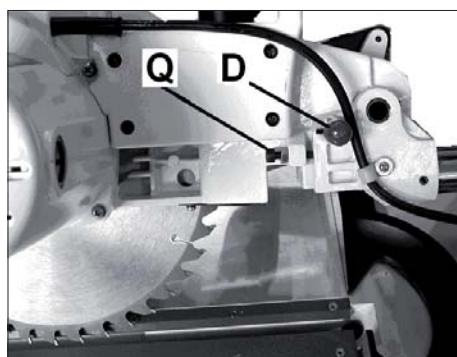

Рис. 2
- Аби розблокувати голову пилки, витягніть фіксатор (D, Рис. 2) голови пилки. Голова пилки повільно піднімається додори.
- Закрутіть блокувальну рукоятку (P, Рис. 2), за допомогою ручки повільно опустіть голову пилки.
- Послабте блокувальну рукоятку (L, Рис. 2).
- Відсуньте кожух пилляльного диску (P, Рис.2), за допомогою ручки повільно опустіть голову пилки.